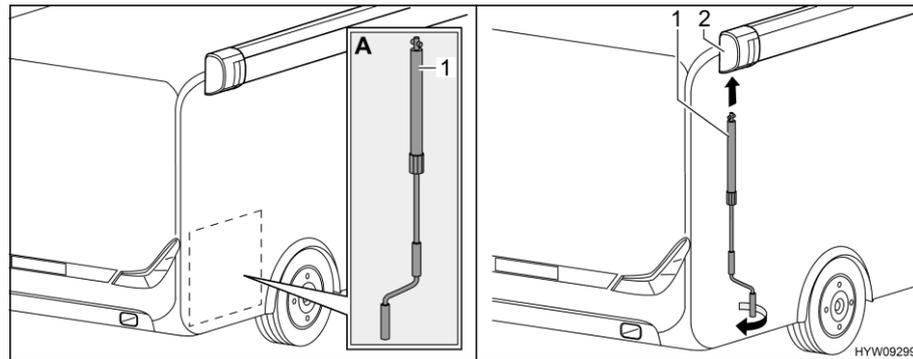

Fig. 14 Mettre la manivelle en place
- Prendre la manivelle (Fig. 14,1) dans le garage arrière (Fig. 14,A).
- Emboîter la manivelle dans la douille à baïonnette (Fig. 14,2) du store extérieur.